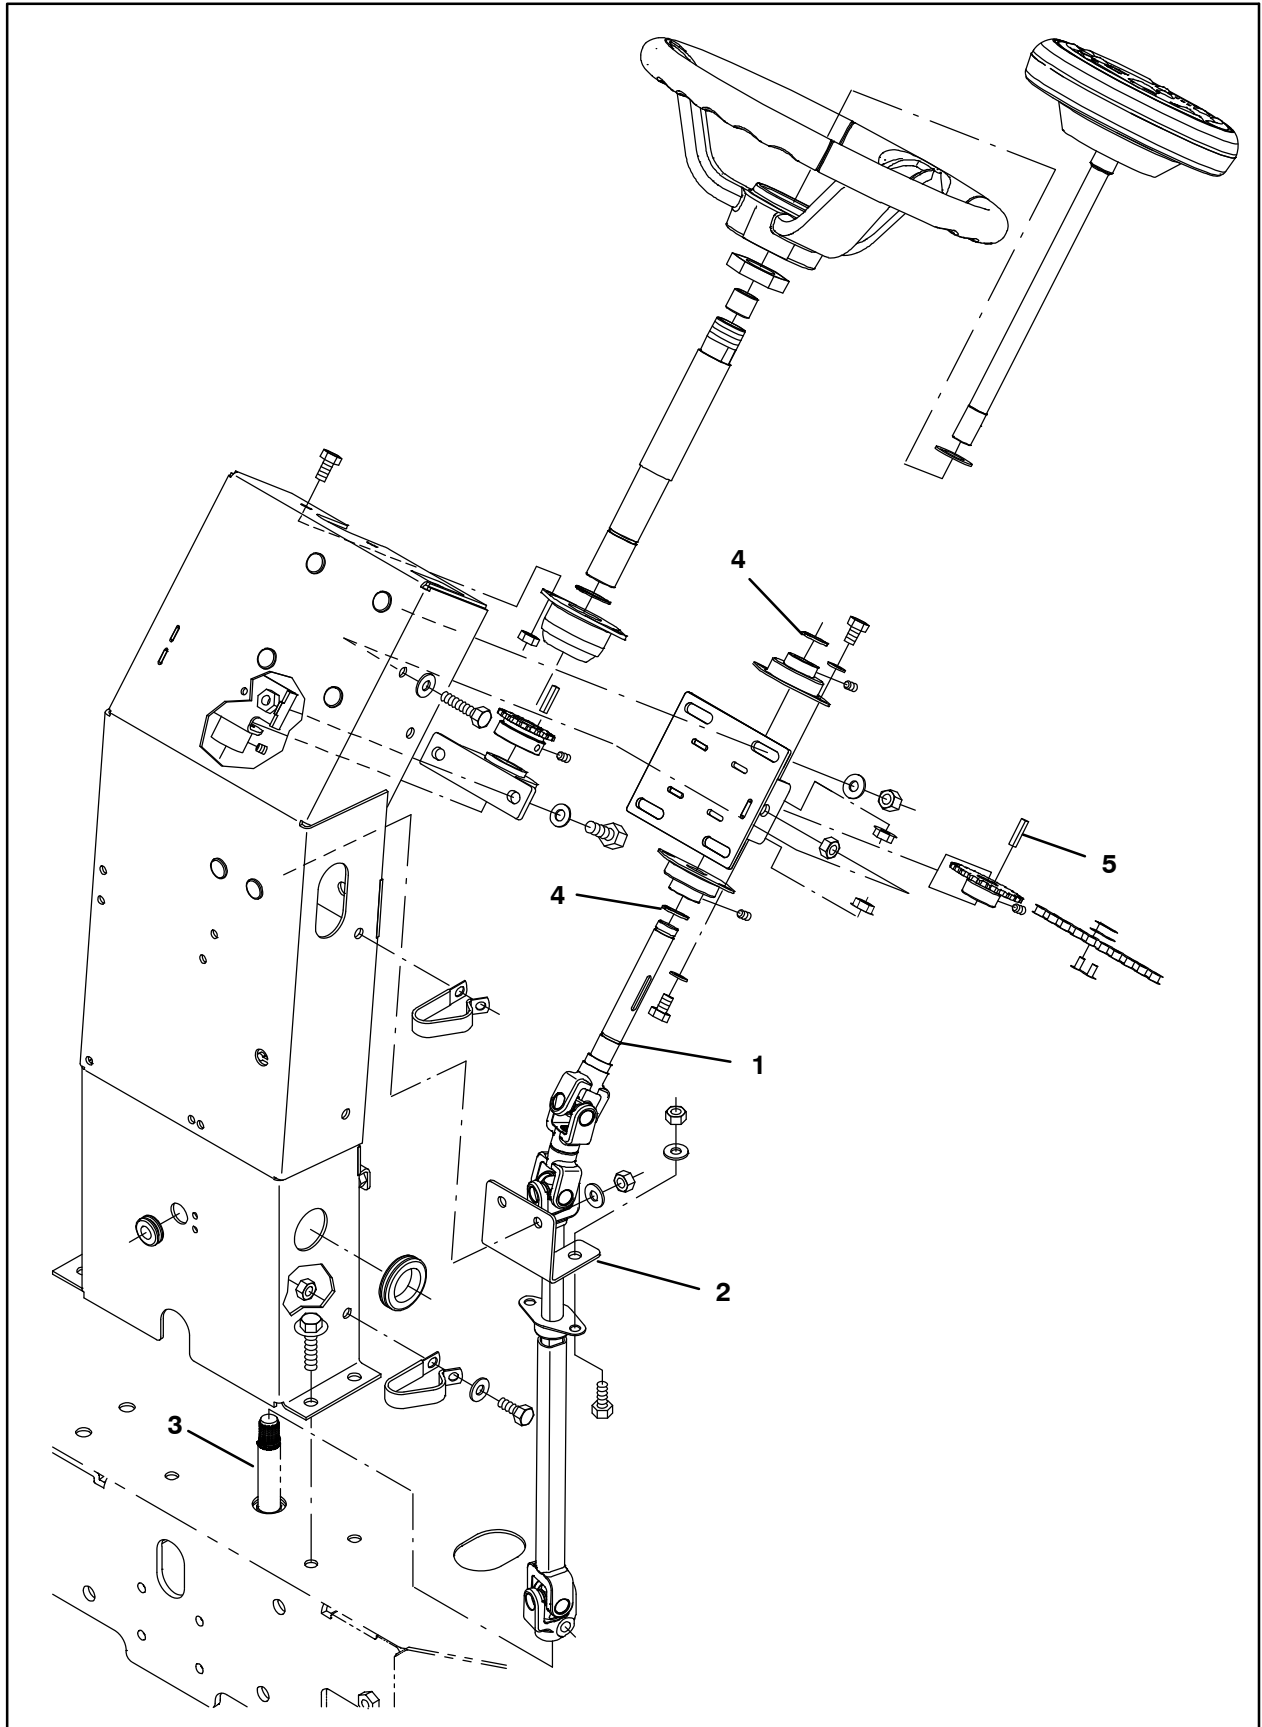

AFB. 65
34. Brug en kabelstrip til at fastgøre ledningsnettet på styrekanalens øverste tværvanger, så det ikke går i vejen for styreakslen. (Fig. 65)